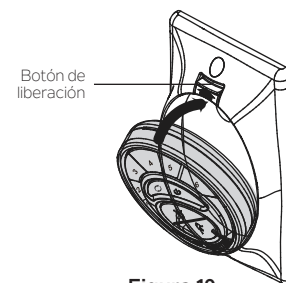

Figura 19
Paso 1. Inserte el transmisor en la placa de pared insertando primero la parte inferior del transmisor y luego presionando la parte superior del transmisor en el bolsillo. El transmisor funcionará completamente desde este lugar o puede retirarlo y usarlo como dispositivo portátil. **(Figura 19)**